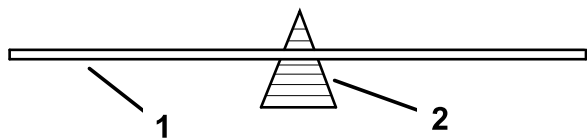

Figura 41
- Si la cuchilla es recta, verifique su equilibrio colocándola sobre un equilibrador de cuchillas (Figura 41).